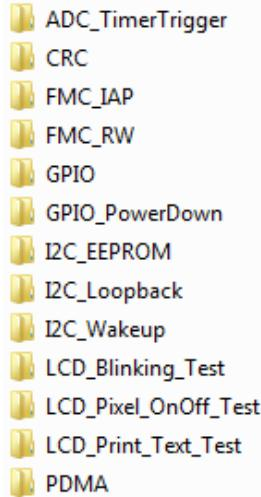

图 2-2 StdDriver 目录下的文件
- StdDriver\：所有 IP 的常用范例都在该目录下，包括 UART、Timer、SPI 等。我截取了一部分，如下图 2-2